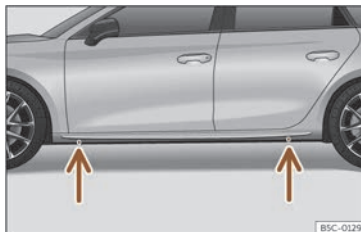

Fig. 42 Puntos de apoio do gato.
- Busque no traveseiro a marca do punto de apoio do gato (área afundida) máis próximo á roda que se vai cambiar» » » fig. 42.